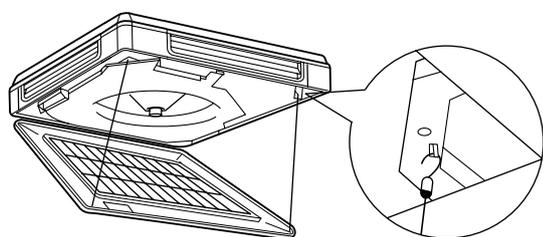

Рис. 37
- Для предотвращения падения решетки прицепите стропы к блоку. (См. рис. 37)